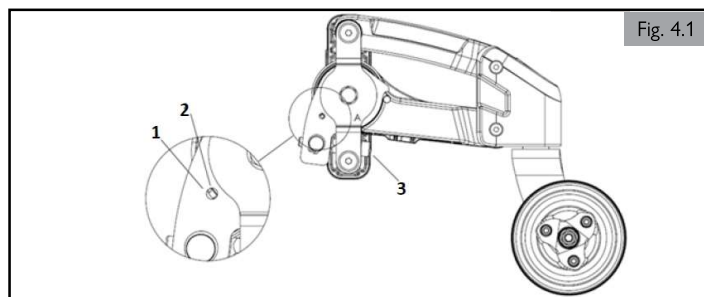

Fig. 4.1
4.7 Configuración de estabilizador dinámico trasero (Fig. 4.1)